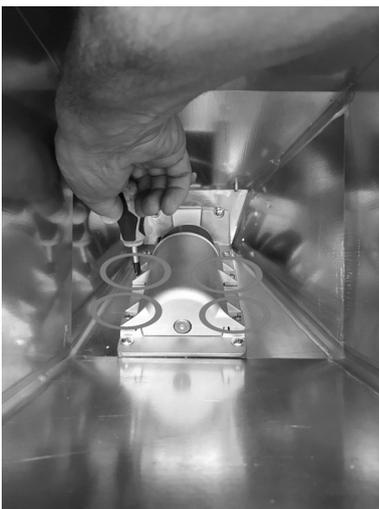

Fig. 48 - Lösen der Schrauben
- Über den Tank die 4 Schrauben des Schneckengehäuses entfernen (siehe **Fig. 48**).